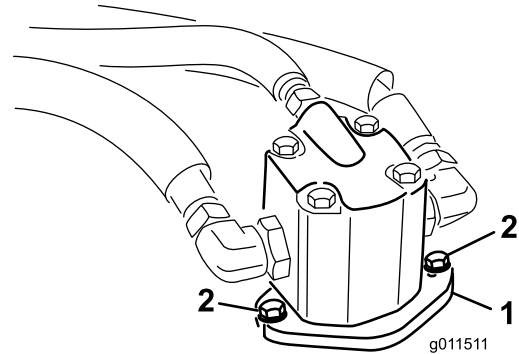

Figure 66
5. Enlevez les boulons qui fixent le moteur hydraulique au plateau de coupe (**Figure 66**).